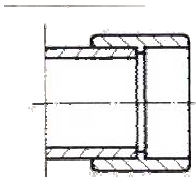

Bild 2
10. Nach Ablauf der Anwärmzeit die Schlitten auseinander fahren, Heizelement ausschwenken und Rohr/Fitting bis Anschlag zusammenfügen. Abkühlzeit beachten. Verwendung von Kühlmitteln ist unzulässig! (Bild 2)